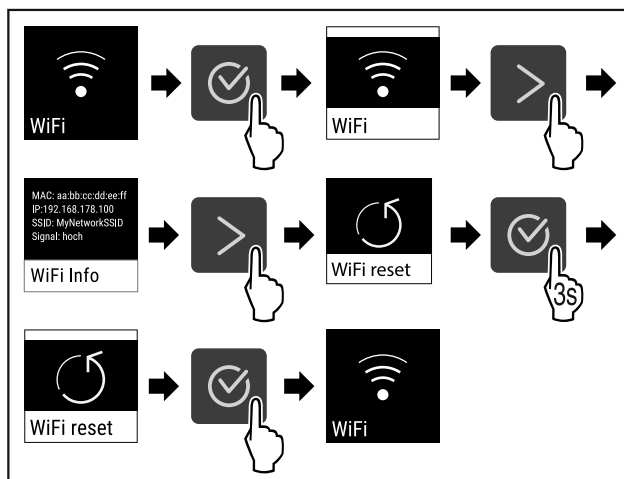

Fig. 78
- ▶ Wykonać czynności (patrz Fig. 78).